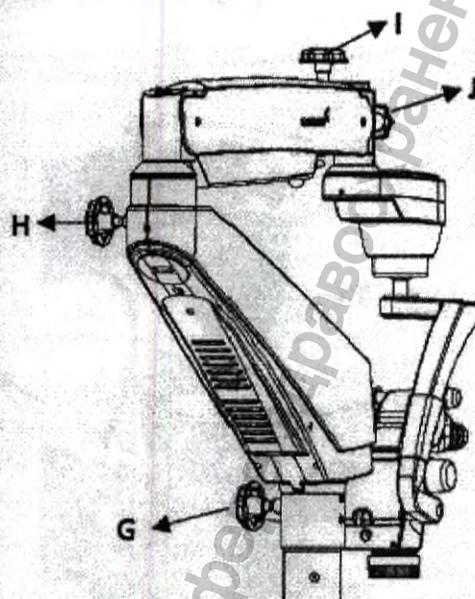

Рис. 16
4. Ручка блокировки (рисунок 16)**а. Ручка блокировки поворотного плеча**